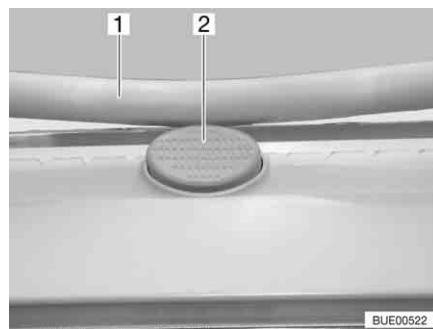

Bild 53 Sicherungsknopf an der Heki-Dachhaube
- Den Sicherungsknopf (Bild 53,2) drücken und den Bügel (Bild 53,1) mit beiden Händen nach unten ziehen.
- Den Bügel mit beiden Händen nach oben drücken, bis der Bügel oberhalb des Sicherungsknopfes (Bild 53,2) liegt.